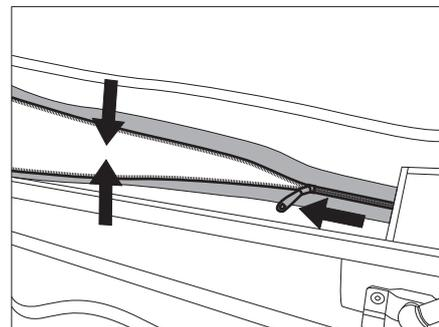

Bild 49 Reißverschluss entlasten
- ▷ Beim Schließen des Reißverschlusses Aufstelldach nach unten ziehen, damit der Reißverschluss nicht unter Spannung steht (Bild 49).